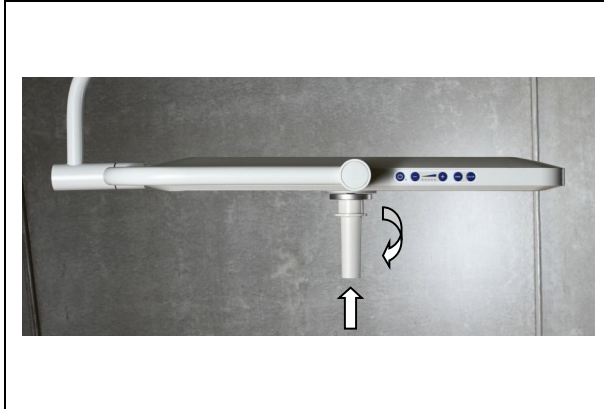

Bild 16: Sterilgriff installieren
2. den Sterilgriff aufsetzen und drehen, bis er einrastet (Bild 16).